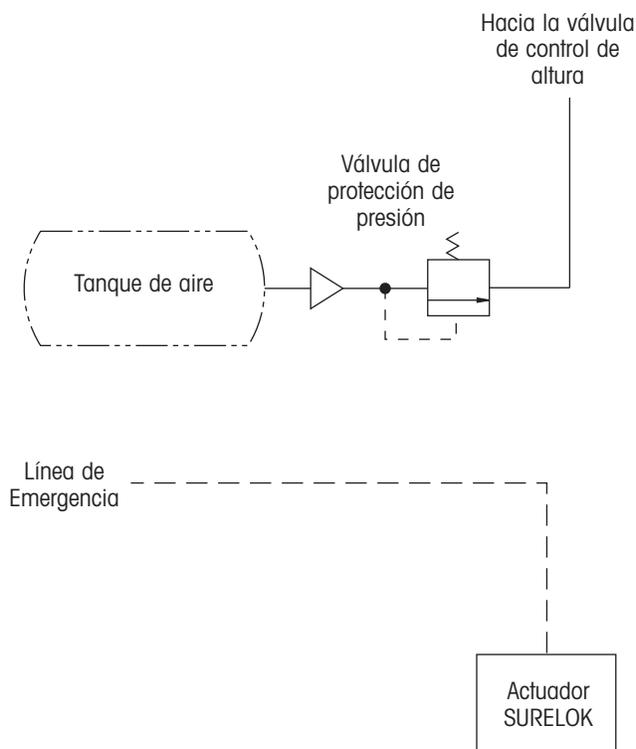

Figura 97. Diagrama neumático típico
**Válvula no incluida** — Operación estándar (típica). Con este kit de control de aire (figura 97), el SURELOK se engancha automáticamente cuando los frenos de estacionamiento son aplicados y se desengancha automáticamente cuando los frenos de estacionamiento son liberados. No está previsto el sobrepaso del SURELOK (no existe una válvula de sobrepaso) y el remolque no está equipado para desfogar la suspensión de aire (no existe una válvula de desfogue).